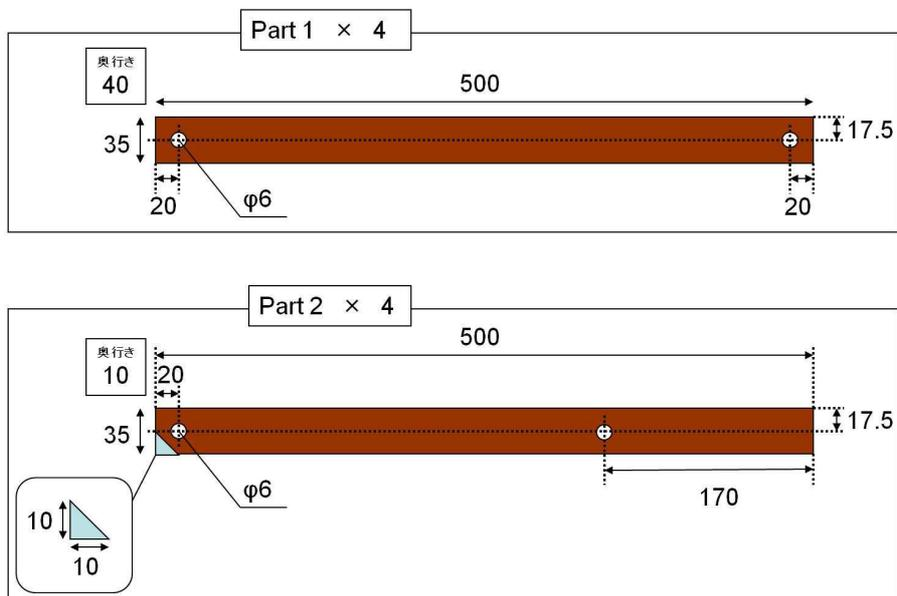

図22 脚の部品
- ① 幅40mm高さ35mm長さ500mmの木材4本と、幅35mm高さ10mm長さ500mmの木材4本を準備し、図22のようにねじ穴をあけ、高さ35mmの木材には切り欠けもつける。